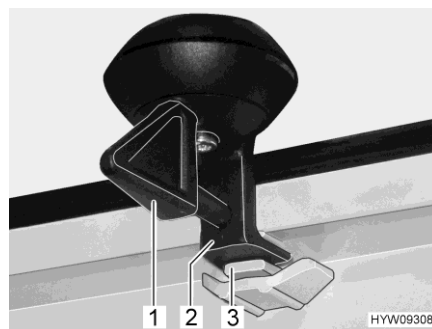

Bild 50 Verriegelung (Lüftungsstellung)
- Den Hebel (Bild 50,1) eine viertel Umdrehung drehen. Die Verriegelung (Bild 50,2) muss in die obere Aussparung (Bild 50,3) gleiten.